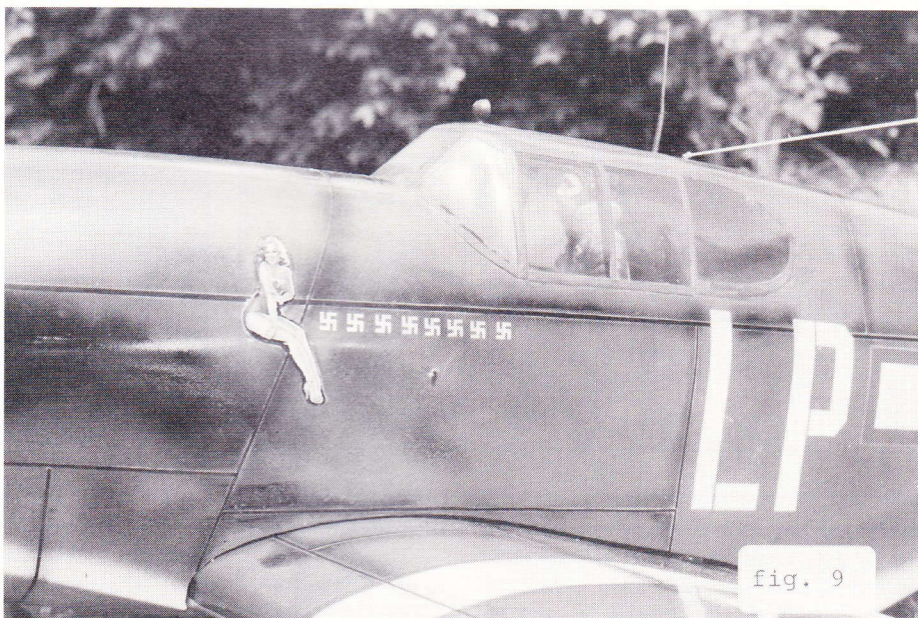

fig. 9
n. Beklæd »drivhusrammen« udvendigt med strimler af selvklæbende folie, som siden males sammen med resten af modellen, hvorefter du er ved fig. 9.
Tyngdepunktet, der af hensyn til nøjagtigheden er vist på vingetegningen, afsættes på kroppen, og der ilimes små stykker rundstok til præcis afvejning, som det ses lige under sejrsmærkerne på fig. 9.